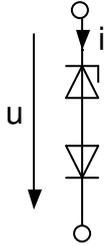

Bild 2.3a
- 2.3 **Skizzieren Sie die Strom-Spannungskennlinien der beiden Schaltungen in Bild 2.3a und 2.3b im Durchlass- und im Sperrbereich!**